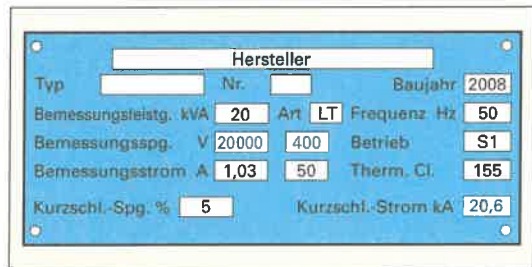

Bild 2: Leistungsschild
3. Geben Sie die Formeln für das Übersetzungsverhältnis  $\ddot{u}$  des Transformators (Bild 2) mithilfe a) der Spannungen und b) der Ströme an und berechnen Sie es jeweils für diesen Transformator.
4. Berechnen Sie mithilfe des Leistungsschildes (Bild 2) den Dauerkurzschlussstrom des Transformators.